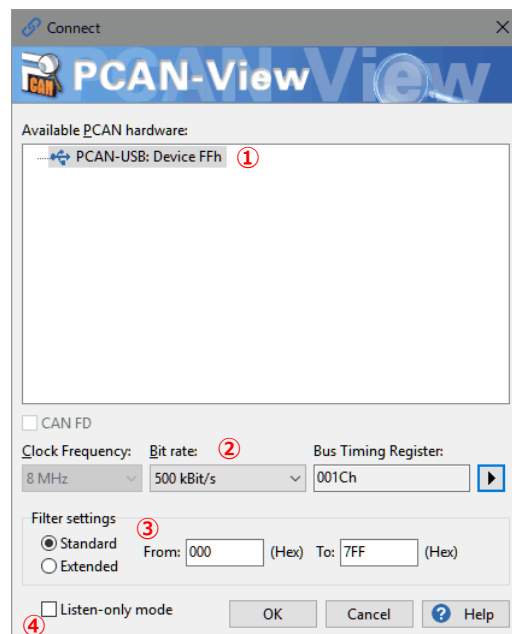

図 3-2
Connect ウィンドウが表示されます (図 3-2 参照)。
(図 3-2① の例では、[PCAN-USB: Device FFh])
Bit rate (図 3-2② 参照)
Filter settings ボックス (図 3-2③ 参照)
Listen-only mode (図 3-2④ 参照)